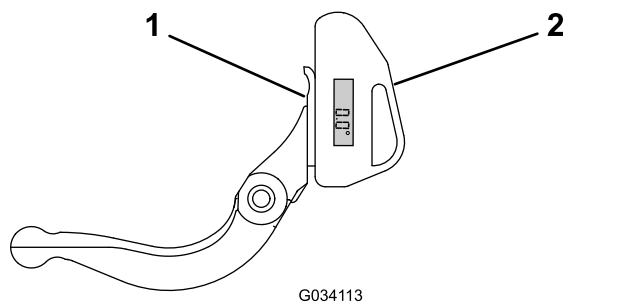

Figura 35
1. Amplasai indicatorul de unghi în partea inferioară a contracuitului, conform indicațiilor din Figura 35.